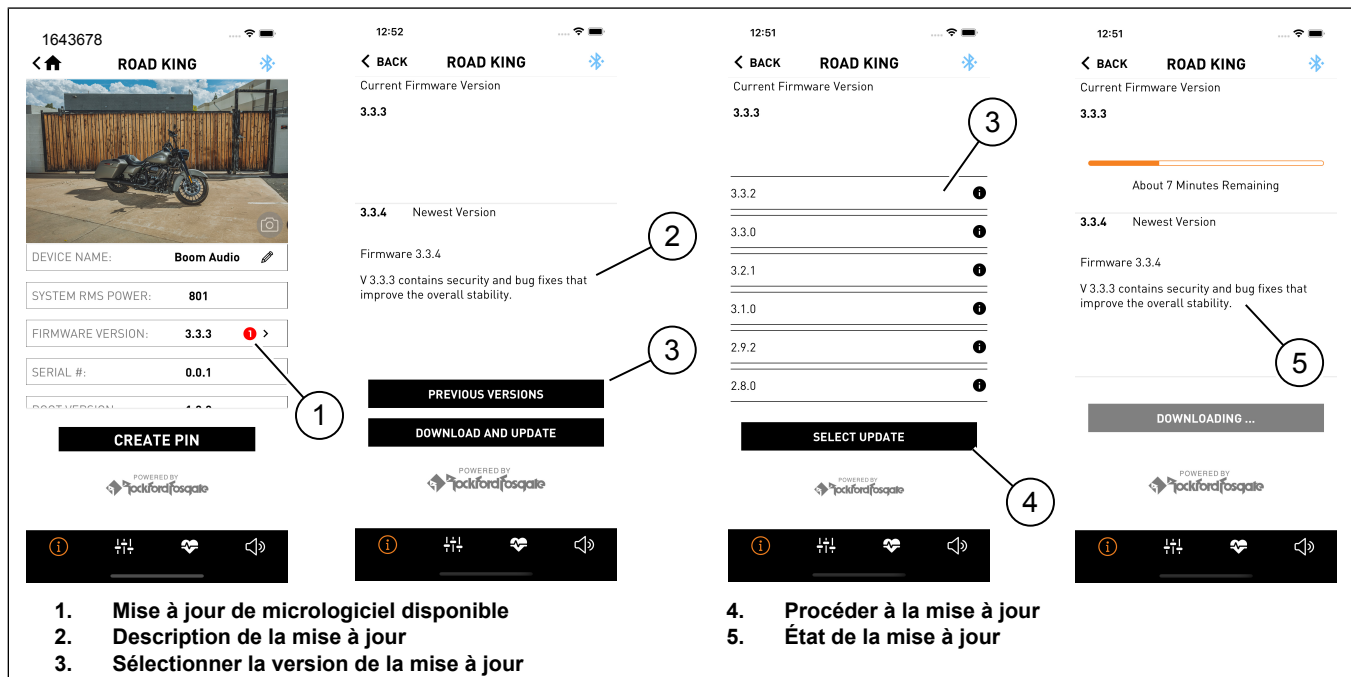

Figure 19.
1. Voir la Figure 19. Le cercle rouge indique qu'une mise à jour du micrologiciel est disponible (1).
2. Brève description de la mise à jour (2).
- b. Appuyez sur la version précédente (3) si cette version est souhaitée.
3. Sélectionnez une version de mise à jour (3) et procédez à la mise à jour (4).